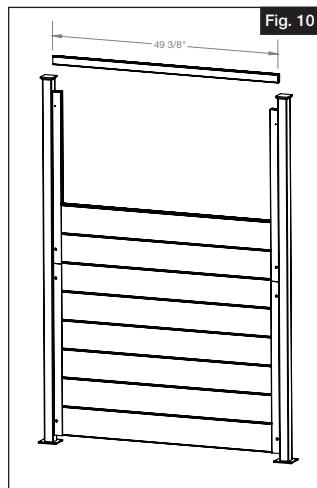

Fig. 10
- Instale el canal en H de  $49\frac{5}{8}$ " dentro de los canales en U con el lado de la ranura poco profunda hacia abajo (Fig. 10).